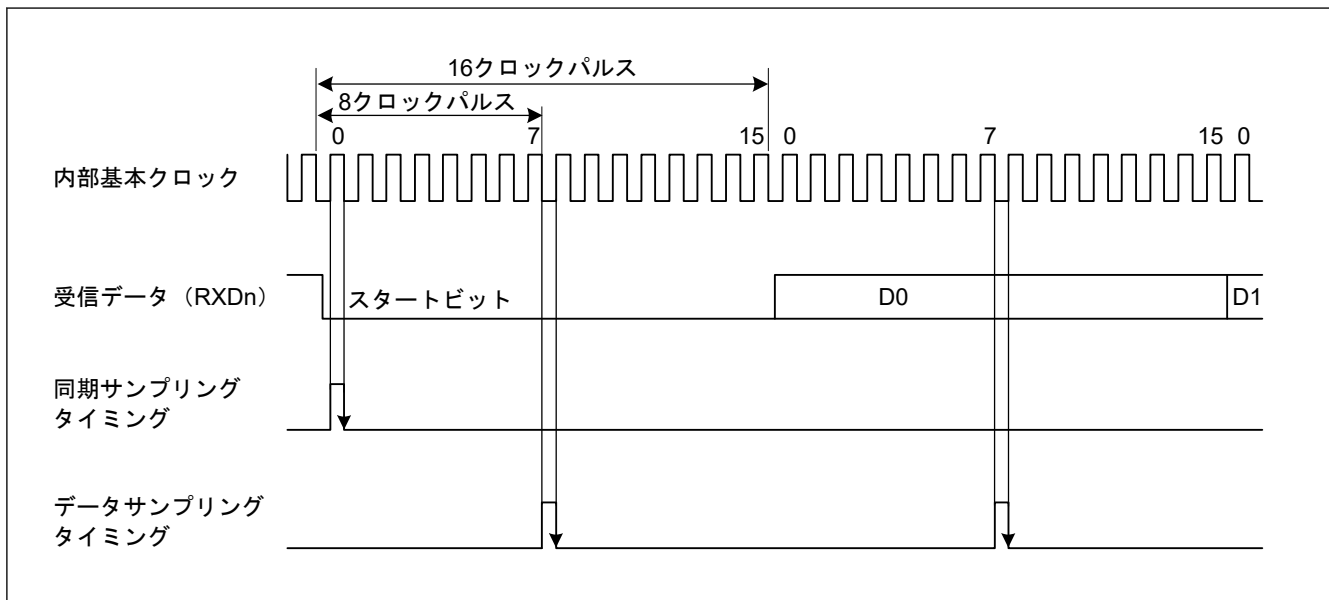

図 27.4 調歩同期式モードでの受信データサンプリングタイミング
また、図 27.4 に示すように、受信データは基本クロックの 8 パルス目^(注1)の立ち上がりエッジでサンプリングされるため、各ビット (サンプリング時間を調整しない場合 (SPTR.ASEN = 0)) の途中でデータが取り込まれます。調歩同期式モードでの受信マージンは以下の式 (1) のように表すことができます。
スタートビットの決定条件は、Low 状態がビットの中間点より後ろまで続くことです。サンプリングタイミングと同様です。図 27.4 では、スタートビットを検出するためには Low 状態が 8 サイクルより長く続く必要があります。Low 状態が 8 サイクルより長く続かなかった場合は、IP はこれをノイズと判断します。したがって IP はスタートビットの受信待機をしません。